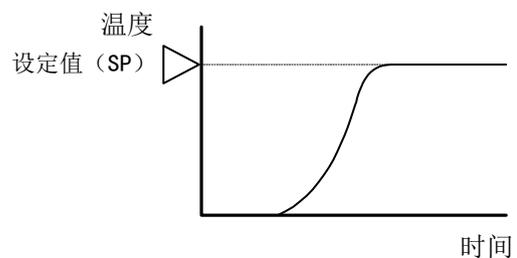
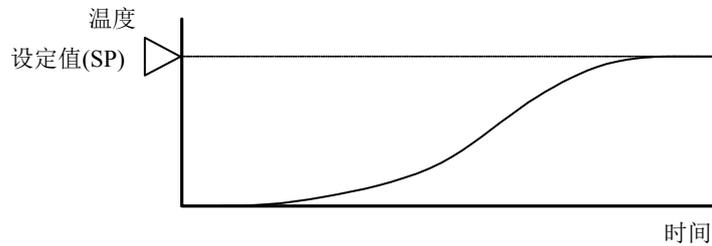

图 2：最佳的温度控制
图 3: 稳定而缓慢的温度上升控制
图 2 被认为是最佳温度控制效果。因使用情况和目标而异，在一些温度控制的应用上，即使温度上升十分缓慢，也要进行超调抑制，如图 3 所示。在一些温度控制的应用上，即使会产生超调，也必须通过快速升温以使温度稳定，如图 4 所示。但在一般情况下，图 2 被认为是最佳温度控制。PID 模块旨在尽快将当前值 (PV) 提升到设定值 (SP)，以使当前值 (PV) 稳定在设定值 (SP) 附近，从而执行最佳温度控制。如果因突发干扰引起温度波动，则 PID 模块尽可能在最短的时间内，对波动迅速作出响应，执行快速控制以稳定温度。